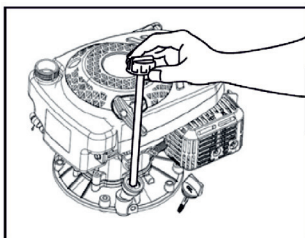

Рис. 14
4. Откройте крышку маслозаливной горловины (Рис. 14)